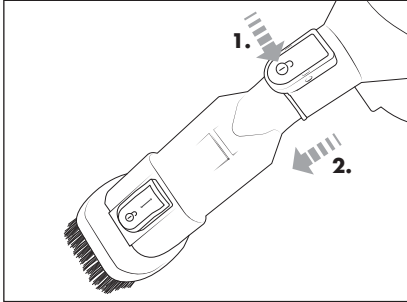

Fig. 9
- ♦ Para remover a escova combinada 2 em 1 **8** do aparelho, mantenha o botão de desbloqueio **17** pressionado. Puxe então a escova combinada 2 em 1 **8**, soltando-a da abertura de aspiração do aparelho (ver fig. 9).